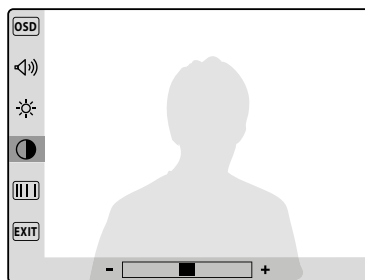

Fig. 3B
- Il contrasto (8 livelli **Fig.3B**);